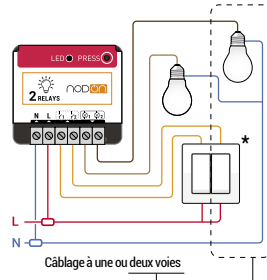

Figure 1
- 3 Câblez le Module Éclairage ON/OFF selon le schéma en figure 1.